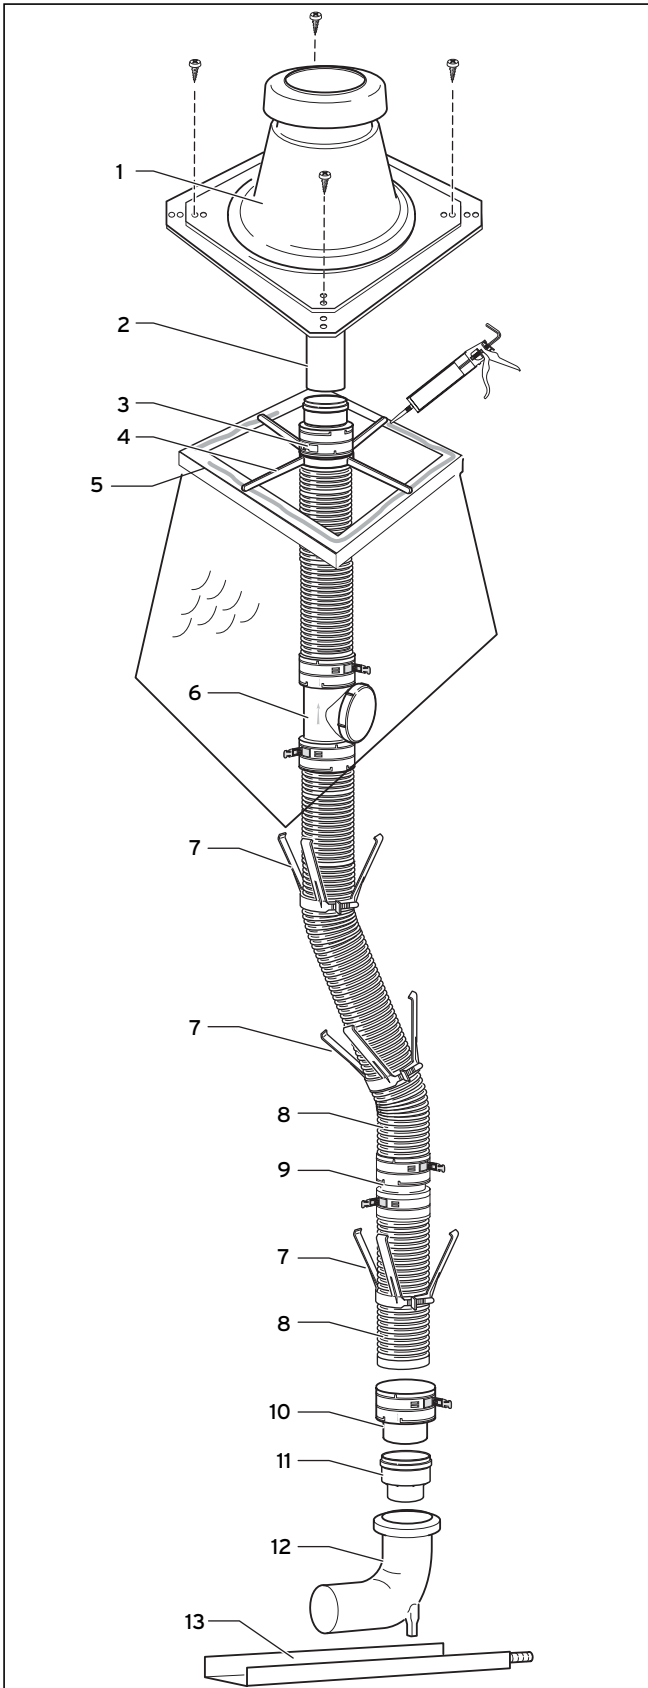

Рис. 6.53 Системная конструкция гибкого выпускного газопровода
- Монтируйте распорки (7, рис. 6.53) на расстоянии максимум 2 м на выпускном газопроводе.